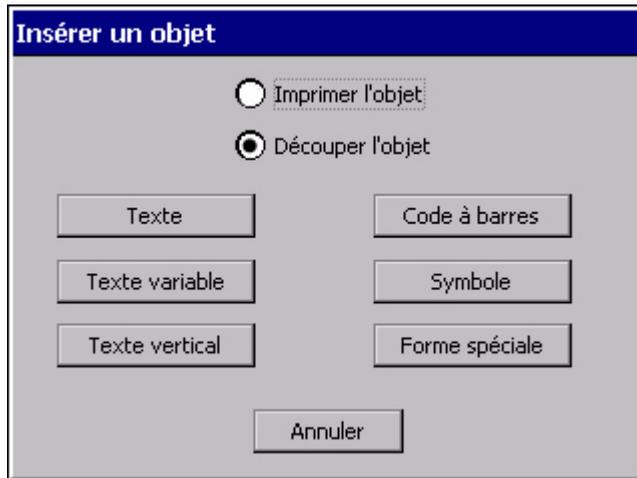

Figure 10-1. Ecran **Insérer un objet** du système Color & Cut
2. Dans l'écran **Insérer un objet** (Figure 10-1), sélectionnez l'option **Objet à découper**.
1. Après avoir sélectionné l'option **Objet à découper** dans l'écran **Insérer un objet** (Figure 10-1 à la page 10-5), choisissez **Formes spéciales**.